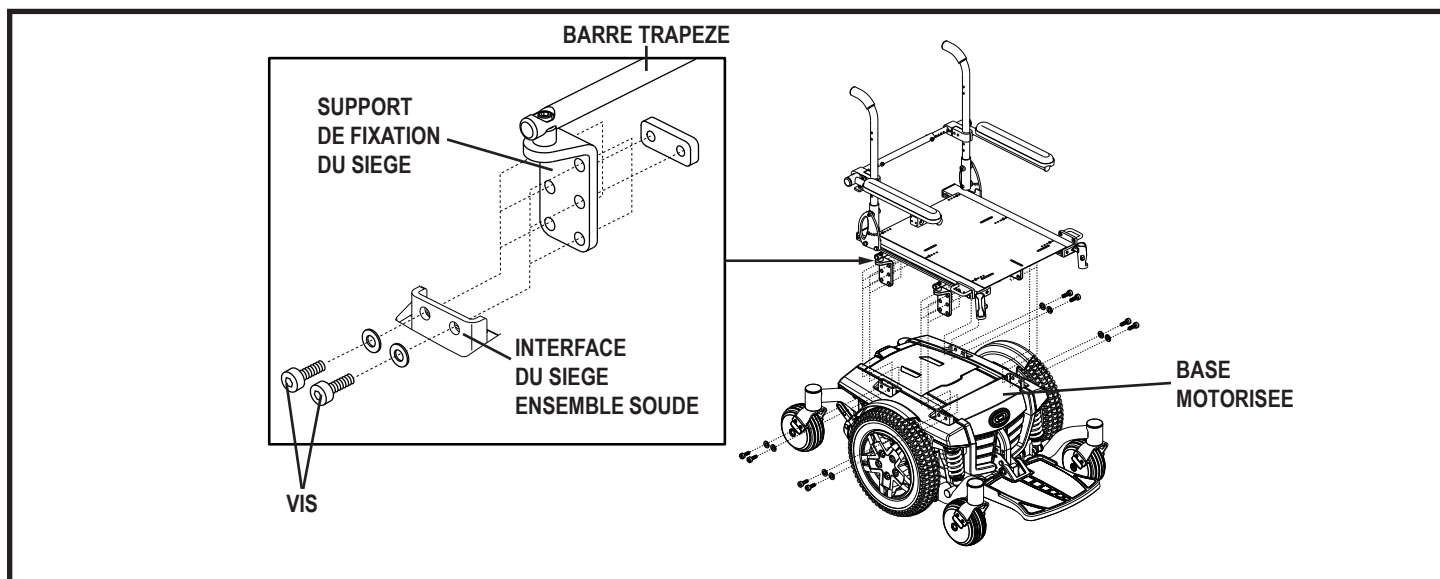

Figure 4. Enlèvement/installation du siège Q6 Edge
1. Retirez les vis de toutes les pièces d'interface soudées au siège. **Voir la figure 4.**
2. Abaisser le siège de sorte que les quatre supports de fixation du siège soient insérés dans les quatre interfaces soudées du siège. **Voir la figure 4.**